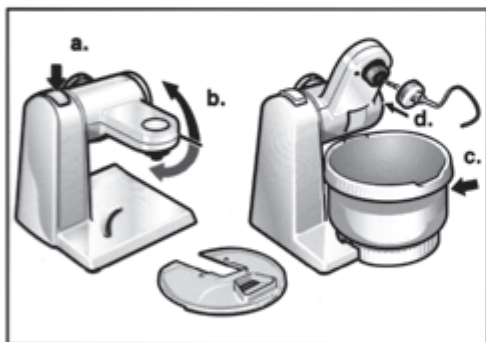

Figure 4
2. Le crochet à pétrir sert en mode 1, voir le tableau 1. Pour placer le bol mélangeur et insérer le crochet à pétrir, il faudra déplacer le bras comme le montre la figure 4 :
2. Avant d'utiliser le fouet malaxeur ou batteur en mode 1, voir le tableau 1 et la figure 4. Procédez selon la même chronologie que celle indiquée à la figure 4, mais insérez en 4d le fouet voulu à la place du crochet à pétrir et de son déflecteur.